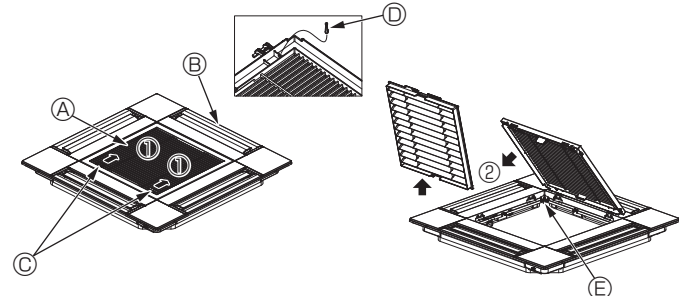

Fig. 10-3
10.2.1. Снятие решетки впуска воздуха (Fig. 10-3)
• Переместите рычаги на решетке на впуск воздуха по направлению, обозначенному стрелкой ①. Решетка откроется.
• В открытом положении решетки впуска воздуха снимите петлю, как показано стрелкой ②.